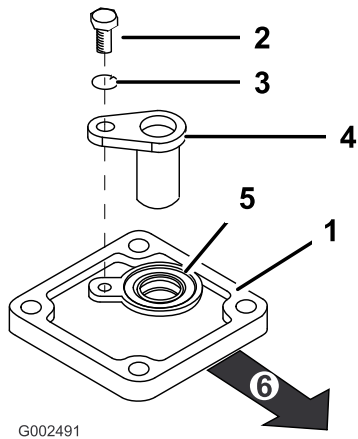

図 6
4. 新しいカバー・アセンブリをトランスアクスルに取り付ける。取り付けには 1 (図 6) で取り
- ねじM6 × 1.00 × 12 とスプリングワッシャ M6 を使って図 6 のようにギア歯センサーを取り付ける。